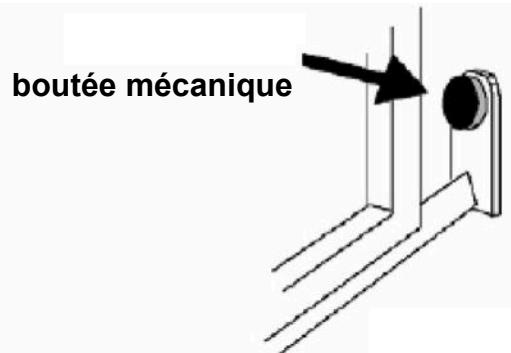

Fig. 2
- Avant de procéder à l'assemblage de l'automatisme, vérifier que le portail soit parfaitement en fonction. Vérifier aussi que le guide de Écoulement au sol (**Fig.1**) ne présente pas de malformations et que soit parfaitement au niveau et soit présent la butée mécanique d'arrêté en ouverture (**Fig.2**) afin d'éviter que le portail sorte dehors des guides supérieurs, (**Fig.3**)
Procéder à la fixation du moteur sur l'embase par les 4 vis fournies **A**. Régler le moteur dans le sens horizontal en le faisant glisser dans les fentes des pattes d'ancrage (Fig.2). Régler le moteur de façon à être horizontal en profondeur et en largeur (Fig.2).